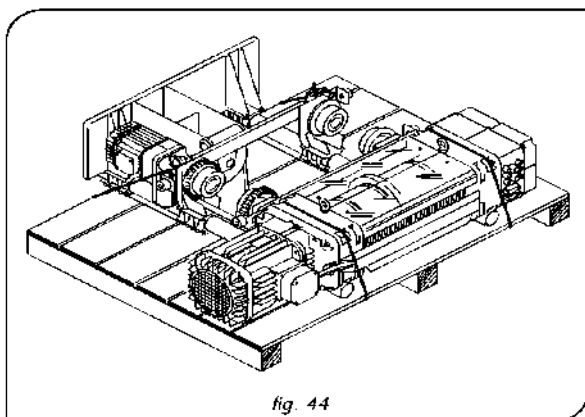

fig. 44
1. Jeśli jest to konieczne wyposażyć wciągarkę/wózek we wszelkie brakujące urządzenia (przyrządy sterujące). Jeśli wciągarka/wózek nie została uprzednio umieszczona na palecie, ustawić ją na palecie i dokładnie przymocować tak, aby zapewnić maksimum stabilności (rys. 44).